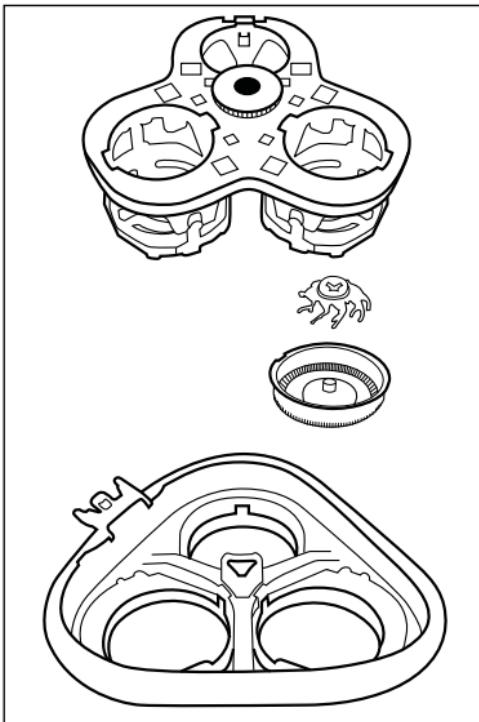

Figura 1
- 1) Carregue na tecla de desbloqueio **④**. A unidade de corte **②** salta.
- 2) Estique um pouco a unidade de corte **②**, para que esta possa ser retirada para cima.
- 3) Carregue a coroa dentada um pouco para baixo e rode-a cuidadosamente, no sentido contrário aos ponteiros do relógios, até que o suporte das cabeças de corte possa ser levantado (ver figura 1).
- 5) Monte novamente a unidade de corte **②**. Observe a a figura 1 como ajuda:
- Coloque as 3 cabeças de corte nos entalhes da unidade de corte **②**. Tenha atenção ao facto de que as ranhuras na extremidade das cabeças de corte encaixem nos dispositivos de fixação do orifício.